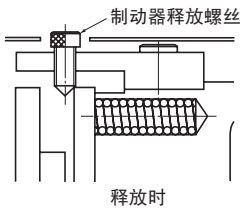

图43
- (1) 将成对角的两个制动器释放螺丝拧松, 将限位圈取出后再用内六角板手将螺丝拧紧, 制动器就处于释放状态, 请不要将制动器释放螺丝拧得过紧。(一边检查制动器的释放状态一边释放螺丝。)(参阅图43)